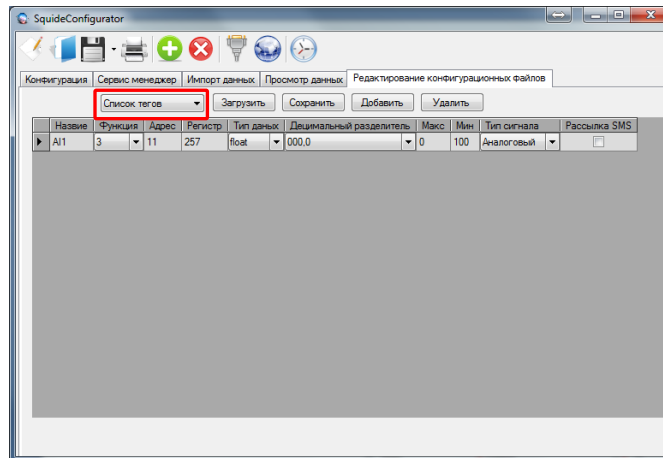

Рисунок 8.28 - Пример настройки конфигурационного файла архивирования
2. В комбобоксе выбрать «Список тегов» (смотри рисунок 8.28 - выделенное поле).